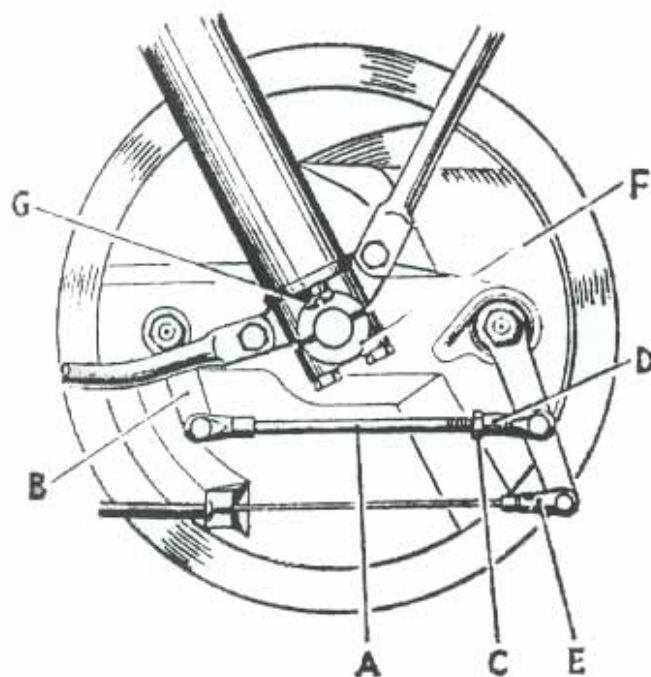
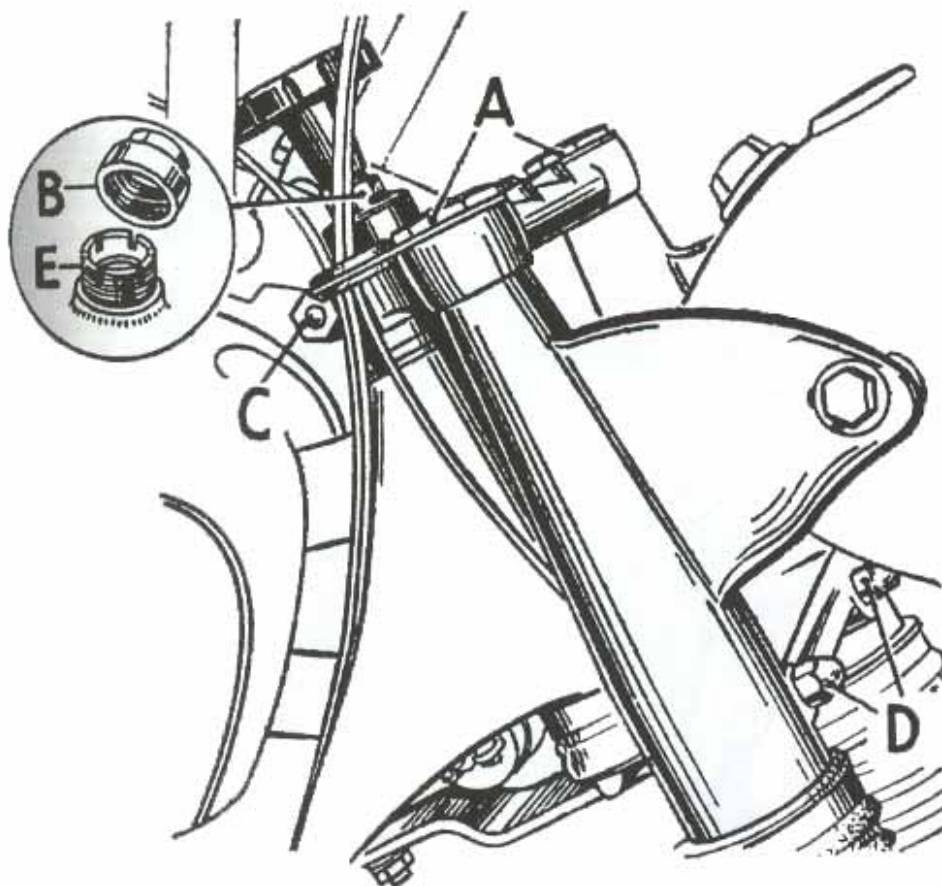

Fig. 27.
Fig. 30. Forcella anteriore e pipe dello sterzo (i particolari B e E sono presenti soltanto sul modello A).
Staccare il cavo del freno, previa rimozione delle graffia elastica o del perno e coppia dal cavallotto con perno di chiusura (E) Fig. 27 e 28, indi estrarre il cavo attraverso l'apposita apertura.
Togliere i dadi (A) Fig. 30, e le viti di spurgo (G) Fig. 27 e 29, situate all'estremità sottostante dell'elemento telescopico della forcella.
Allentare il frenasterzo e togliere il cappello (B) Fig. 30. Allentare i dadi (C) e (D) indi avvitarlo il manicotto filettato (E) fino a conseguire la prescritta regolazione. Impugnare lo sterzo e farlo girare lentamente. Le sterzate devono essere libere, e le forcelle devono girare senza resistenza; se il movimento è irregolare è sintomo che la regolazione è troppo serrata o che la pista del cuscinetto è usurata. Conseguita la debita regolazione, tornare a bloccare i dadi (C) e (D), indi ricollocare in posizione il cappello (B) e il frenasterzo.